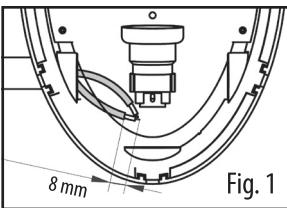

Fig. 1
- Fissare il portalamppada nel punto di ancoraggio della base con la vite in dotazione (fig. 1).
- Inserire la guaina siliconica nei conduttori (fig. 1).
- Spelare i conduttori di circa 8mm, attorcigliare i trefoli di rame. Collegare i conduttori di fase (L) e neutro (N) sul portalamppada (fig. 1).